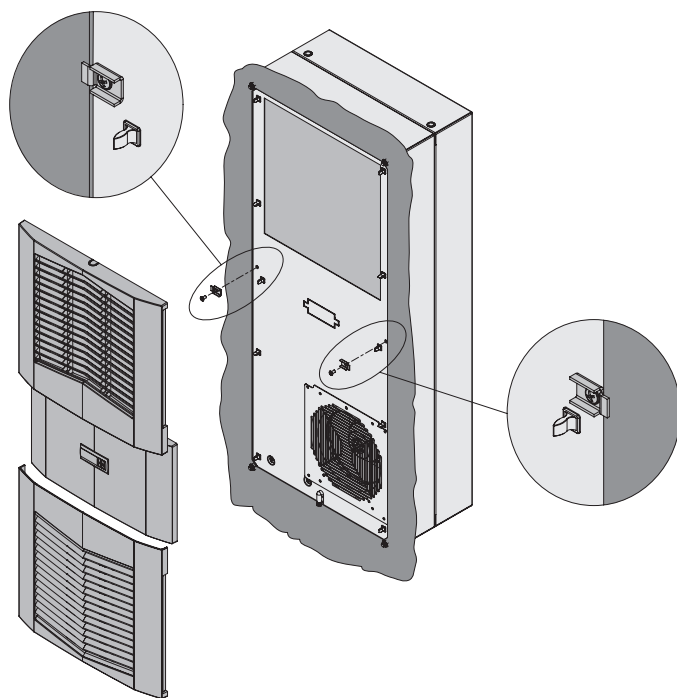

Figura 8
7. Spingere la griglia a lamelle e, laddove applicabile, il pannello centrale sul pannello anteriore. Vedere Figura 8.